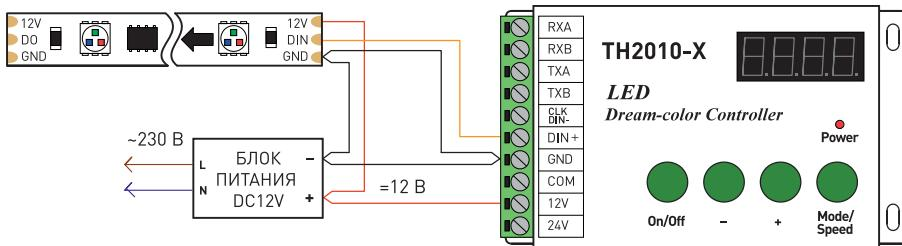
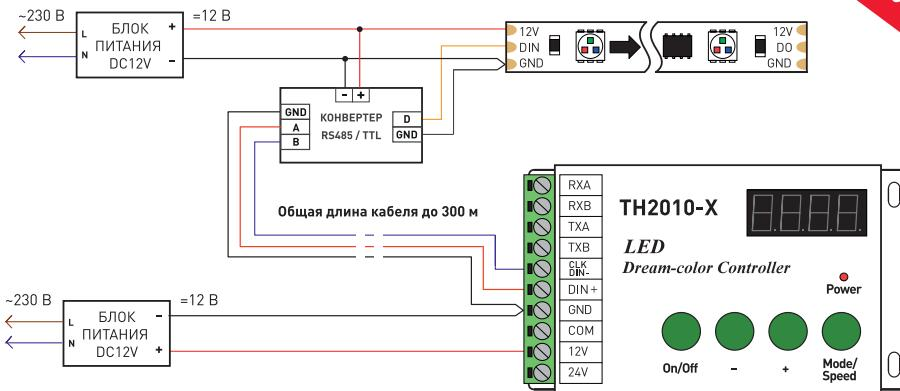

Рис. 2. Схема подключения контроллера с использованием общего источника питания для ленты и контроллера.
Рис. 4. Схема подключения при большой удаленности ленты от контроллера.
- 3.3. Выполните подключение по одной из нижеприведенных схем [Рис. 2 — Рис. 4]